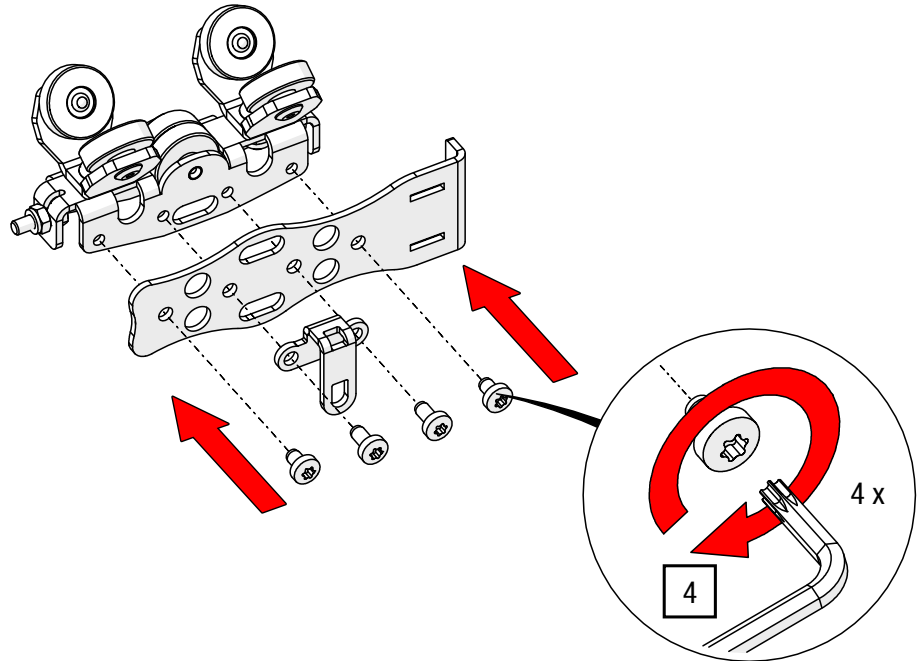

Abb. 45: Zugwagen OFFICE – Seitenblech, Ösenblech und Magnethalterung montieren
- Positionieren Sie ein Seitenblech mit einem seitlichen Ösenblech auf den Zugwagen und verschrauben Sie dieses mit einem TORX®-Schlüssel T20, bis es am Zugwagen anliegt (siehe Abb. 45).